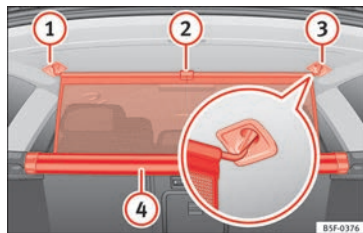

Fig. 167 Na bagageira: fixar a rede de separação.
- Puxe a aba para cima » » **Fig. 167** (2) para tirar a rede da carcaça (4).
- Prender a rede de separação do lado esquerdo (3) (imagem ampliada).
- Prender a rede de separação no alojamento do lado esquerdo (1) puxando a barra.